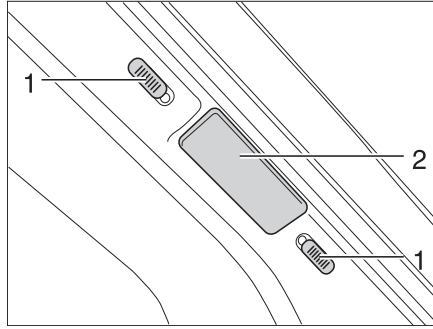
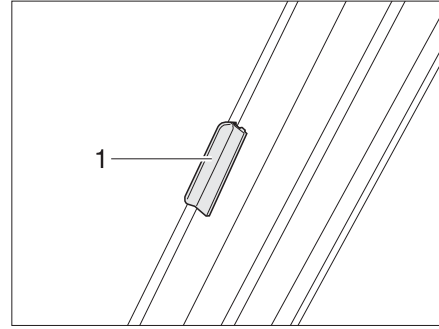

Fig. 25 Dispositif de verrouillage pour dispositif occultant plissé pare-brise
Fig. 26 Verrouillage dispositif occultant plissé pare-brise (modèle I)
- Pousser les deux moitiés du dispositif occultant plissé pour le pare-brise par la poignée (Fig. 25,2 et Fig. 26,1) à fond vers l'extérieur.
- Pousser les boutons de verrouillage (Fig. 25,1) vers le bas ou vers le haut. Si le point rouge est visible, le dispositif de verrouillage est ouvert.